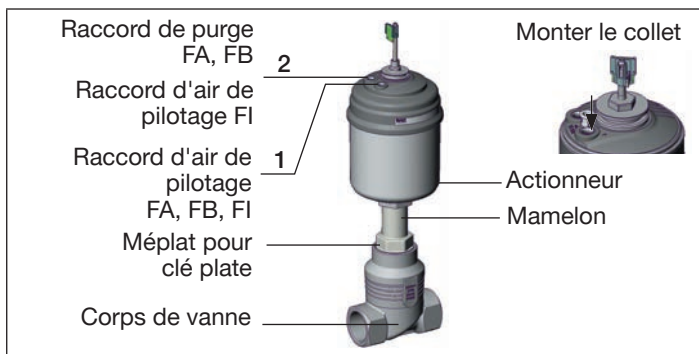

Figure 4 :Montage
- Avec la fonction A, alimenter le raccord d'air de pilotage 1 (voir « Figure 4 ») en air comprimé (5 bars) : La vanne s'ouvre.